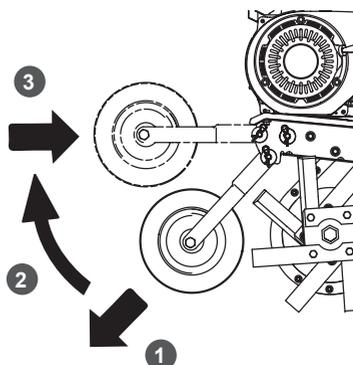

Рис. 22. Подъем транспортировочного колеса
- поднимите транспортировочное колесо и, удерживая его, натяните пружину с помощью куска веревки/ проволоки за дополнительный зацеп (Рис. 22).
— проверьте подъем и опускание транспортировочного колеса. Чтобы поднять транспортировочное колесо, нужно потянуть его вперед и вниз (действие 1), затем поднять вверх (действие 2) и отпустить (действие 3), под действием пружины внешний палец крепления кронштейна будет удерживаться в прорезях рамы и колесо останется в поднятом положении (Рис. 22). Для опускания колеса в транспортировочное положение необходимо выполнить обратные действия: потянуть колесо вперед, опустить вниз, отпустить, убедиться, что кронштейн колеса зафиксирован в раме.